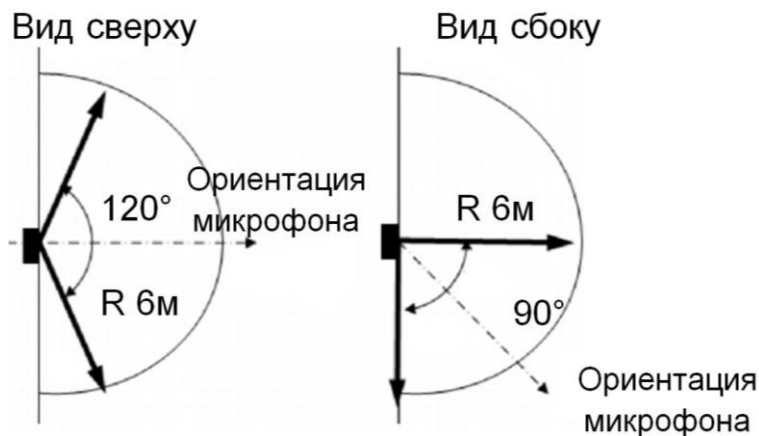

Рисунок 2.6 — Диаграмма зоны обнаружения
- при установке необходимо принимать во внимание диаграмму направленности извещателя (см. рис. 2.6);